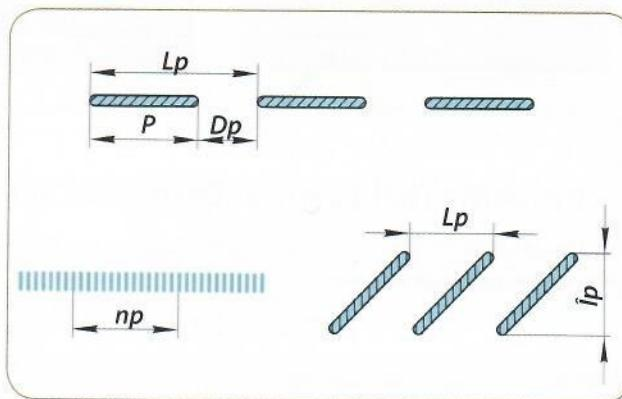

Figura 2.1. Structura cusătării
Pas (P), care reprezintă distanța dintre două împunsături succesive ale materialului cu acul (figura 2.1).